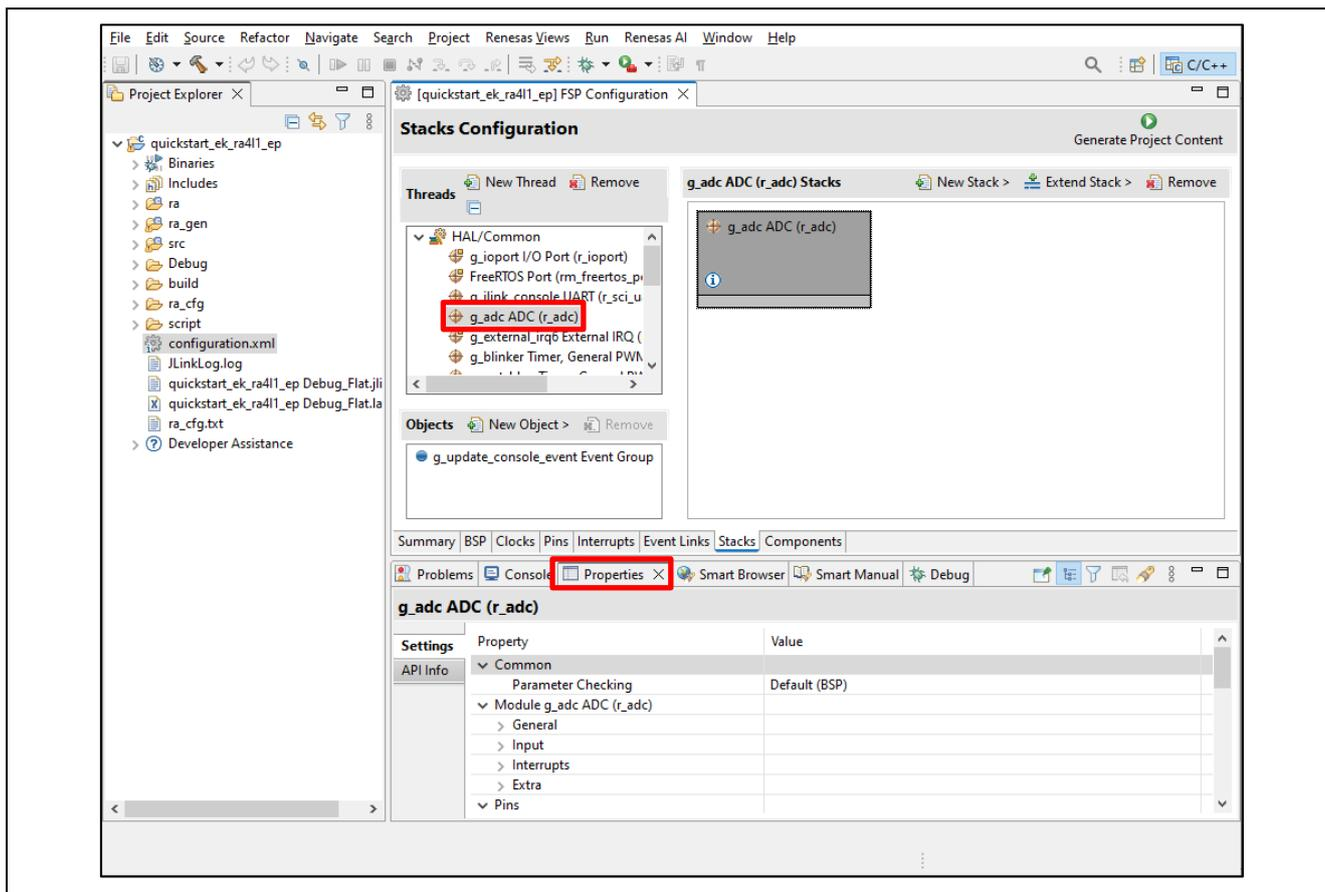

図 28. Configuration 設定の変更
- たとえば、FSP Configuration ウィンドウの [Stacks] タブで、ユーザはモジュールをクリックして選択し、必要に応じて Properties [プロパティ] タブで Configuration 設定を変更できます。図 28 は、ADC ドライバ設定の変更を示しています。